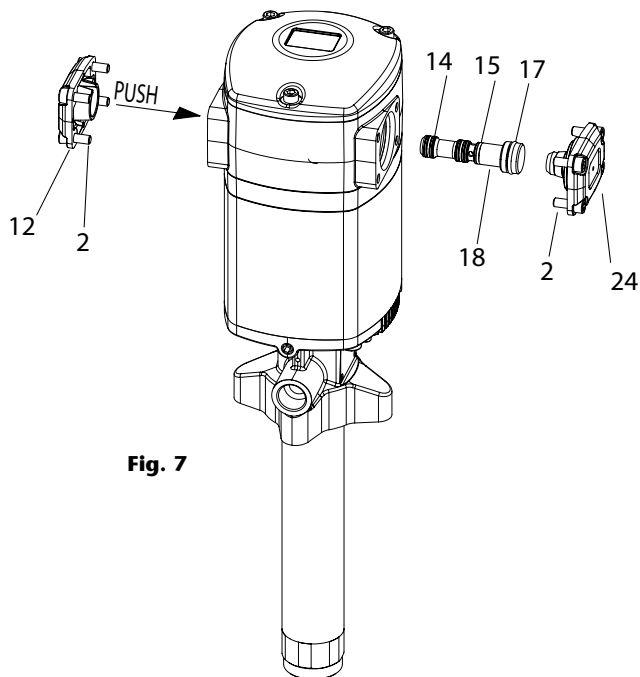

Fig. 7
## DISTRIBUTEUR D'AIR (FIG. 7)
1. Dévissez les 4 vis (2) du couvercle (24) et le retirer.
2. Dévissez les 4 vis (2) du couvercle (12) et le retirer.
3. À l'aide d'un outil en plastique, tapotez doucement le distributeur d'air (18) du côté de son plus petit diamètre à travers le moteur (fig. 7), extraire le distributeur (18).
4. Remplacez les joints du distributeur d'air (4x14), (15) et (17) ou le remplacer intégralement (18) avec les joints déjà installés en usine (kit 539505). Ceci est le choix recommandé pour s'assurer que les joints soient correctement installés.